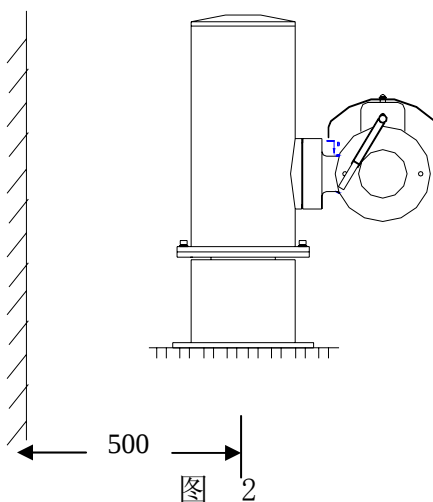

图 2
- 3、隔爆摄像仪安装时应与安装支架安装孔一致，且应如图 2 所示方式安装。